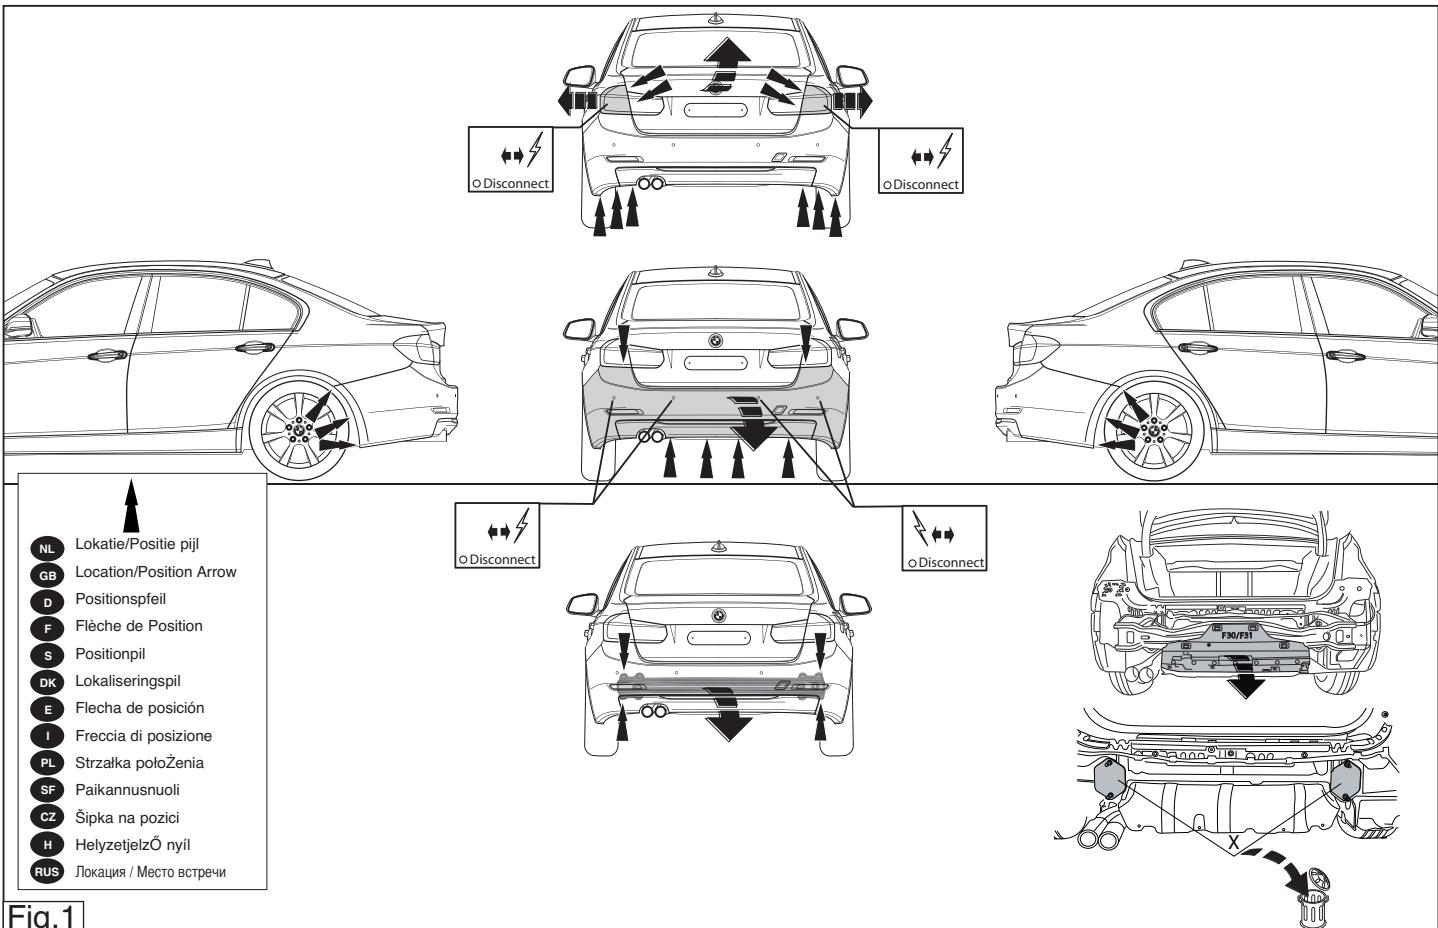

Fig.1
2. Снять бампер вместе со стальным буферным бруском автомобиля. Снять пластмассовый корпус с металлического буферного бруска. буферный брус больше не понадобится. По мере необходимости, удалить наклейки на местах крепления X. См. рисунок 1.